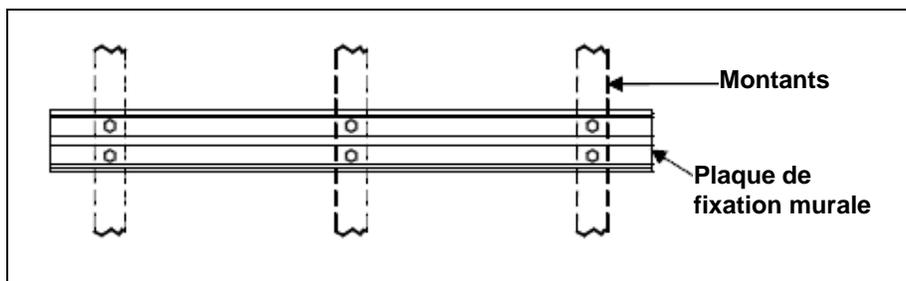

Figure 6
- ◆ L'adaptateur mural peut être installé soit sur un mur de béton ou de bois. Pour une structure de bois, l'adaptateur mural doit être fixé sur trois (3) montants de 2 X 3. N'installez pas l'adaptateur mural sur moins de trois (3) montants (voir Figure 6).